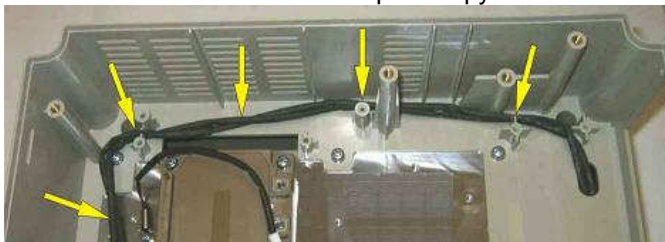

Рис.6.21
6.12.1. Высвободить кабели вентиляторов (рис.6.21.)